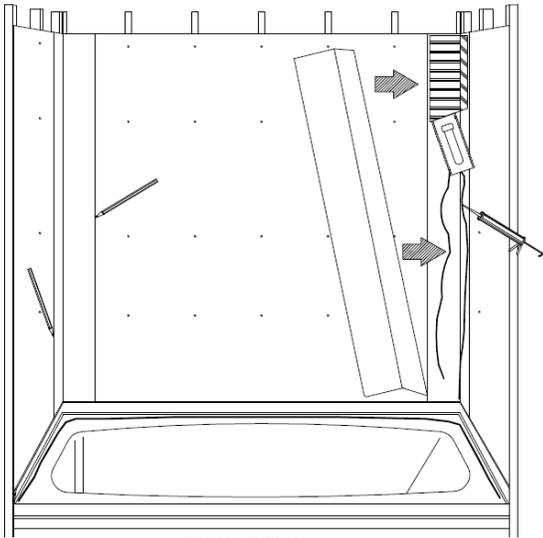

FIGURE 1
3. Étendez l'adhésif également sur toute la surface en utilisant une truelle à cannelures de 1/4". Laissez reposer l'adhésif pendant environ 5 minutes (afin de laisser évaporer les solvants se trouvant dans l'adhésif) avant de coller définitivement le(s) insertion(s) de coin en appliquant une pression sur toute la surface afin d'assurer une bonne adhésion (Fig. 1).
3. *Spread the adhesive all over the surface with the help of a 1/4" v-notch trowel. Let the adhesive stand for about 5 minutes (in order for the solvents to escape) before permanently installing the corner insert(s) by pressing on the entire surface to insure proper adhesion (Fig. 1).*